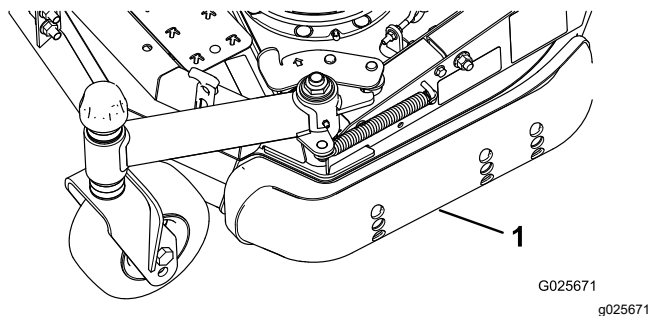

Figura 6
3. Afloje el tornillo situado en la parte delantera de cada patín. (Figura 6).